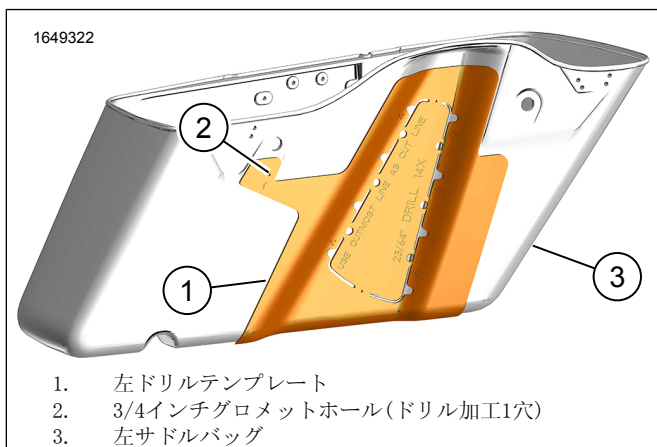

図20。左サドルバッグドリルテンプレート
1. 図20を参照してください。右サドルバッグから手順1~8を繰り返します。